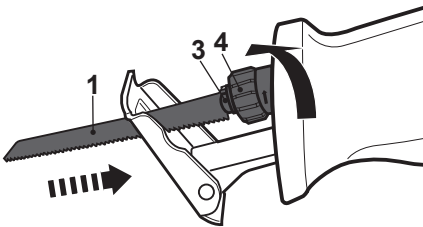

Fig. 1
- > Gire a bucha de aperto (4) 180 graus para a esquerda e mantenha-a nessa posição.
- > Coloque a lâmina de serra (1) no porta-lâminas (3) até ao fim. Comprove que os dentes da serra apontam na direção do corte (Fig. 1, 2).